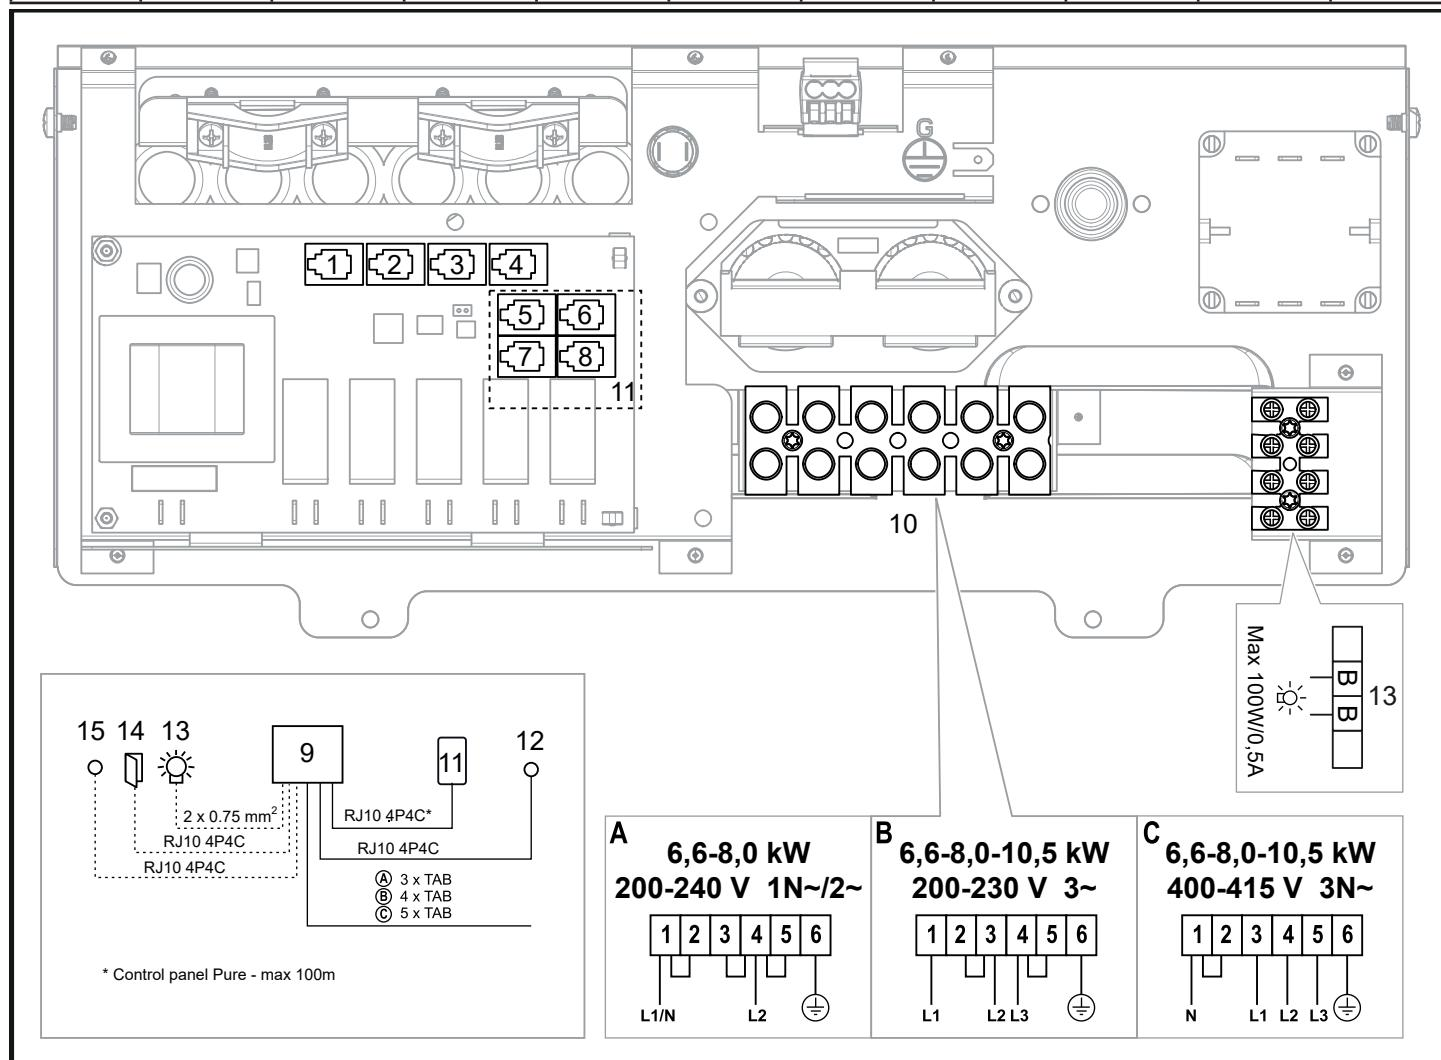

Рисунок 17: Схема соединений
5. Подключите кабель датчика (6) к NTC-контакту на плате (поз. 1) (5) (см. раздел «Подключение/схема соединений», страница 29) в соответствии со схемой соединений (см. раздел «Подключение/схема соединений», страница 29).
6. Подключите провод к соединению (7) см. рис. 9, к клеммнику (8) согласно схеме соединений, рис. 17, страница 29.
При подключении к источникам напряжения или при ином числе фаз, не указанном в схеме соединений, рис. 17, свяжитесь с технической службой Tüö.